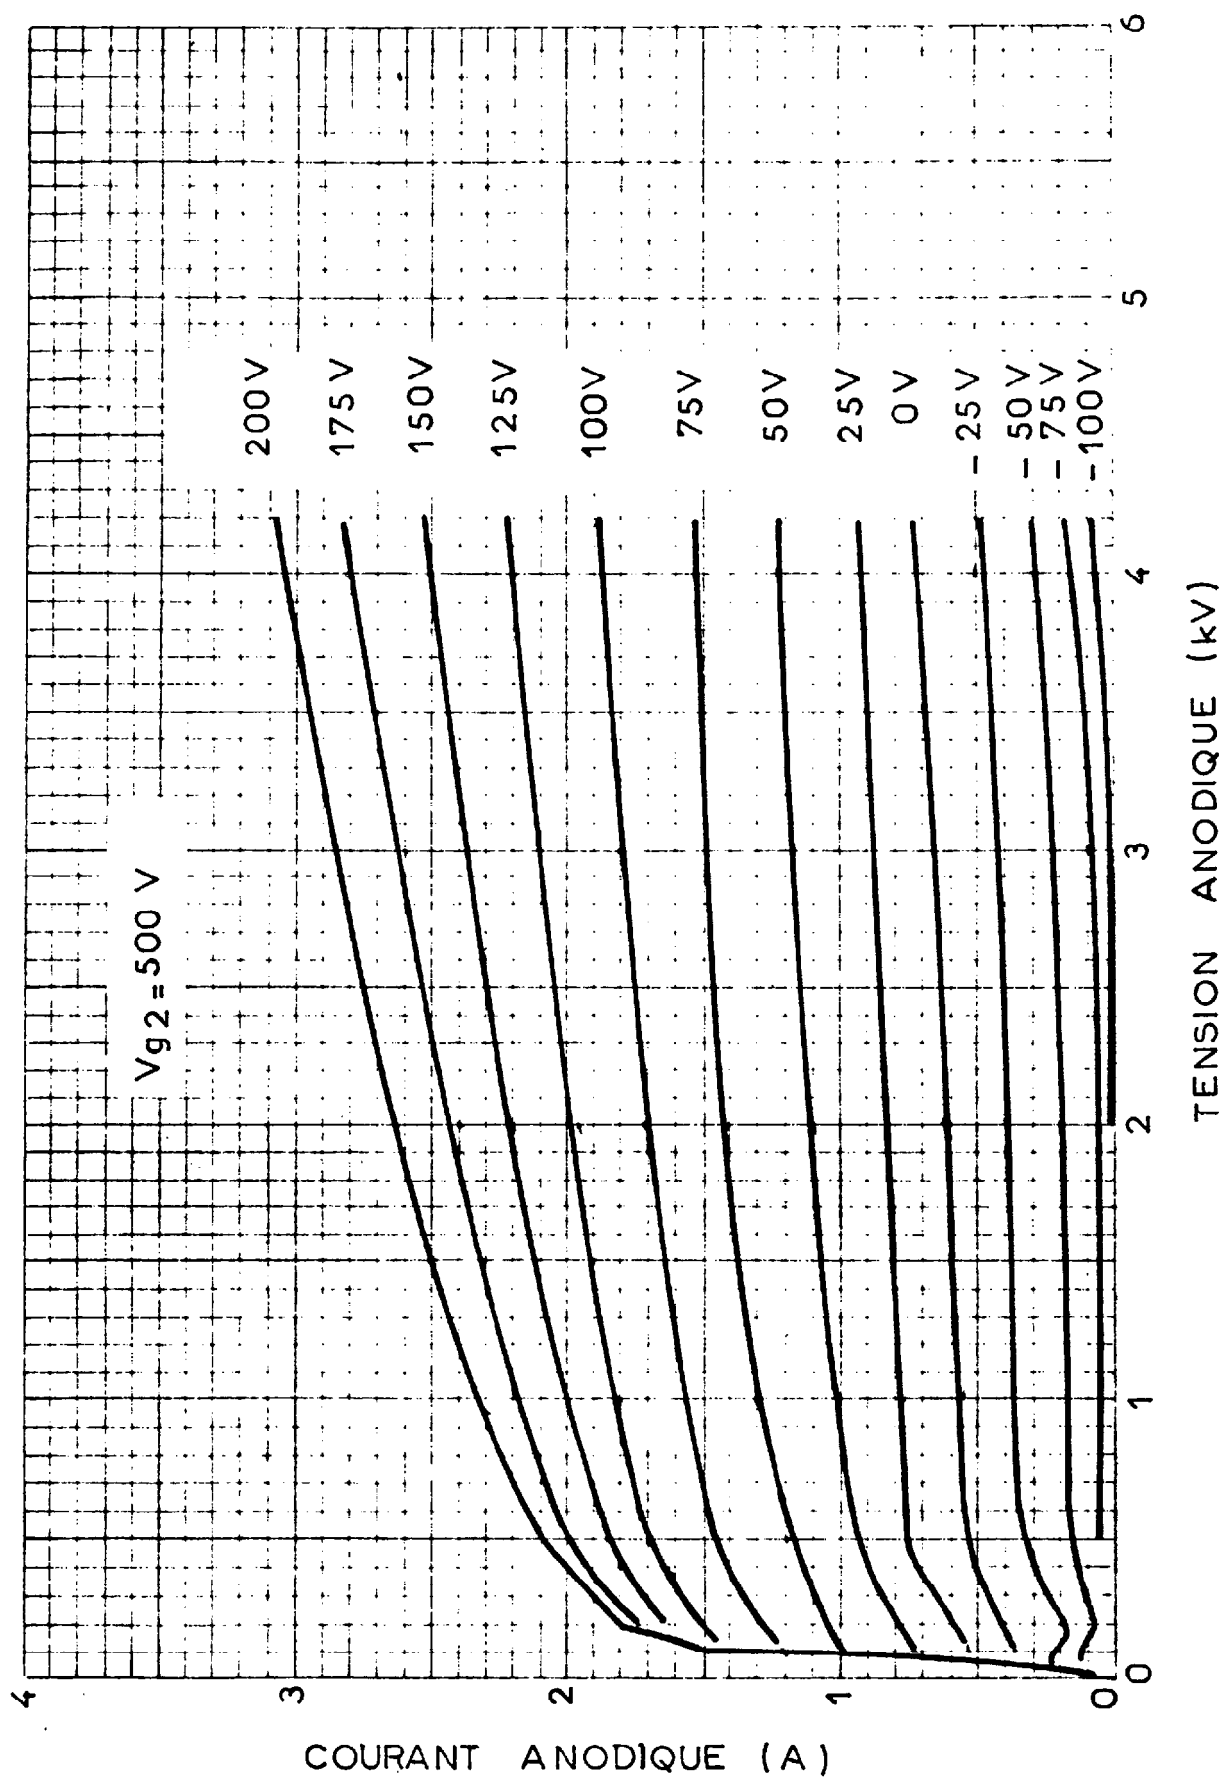

Figure 2
- 1)- Fig. 2 et 3 : courant d'anode en fonction de la tension d'anode pour des valeurs données des tensions de grille de contrôle et de grille écran.